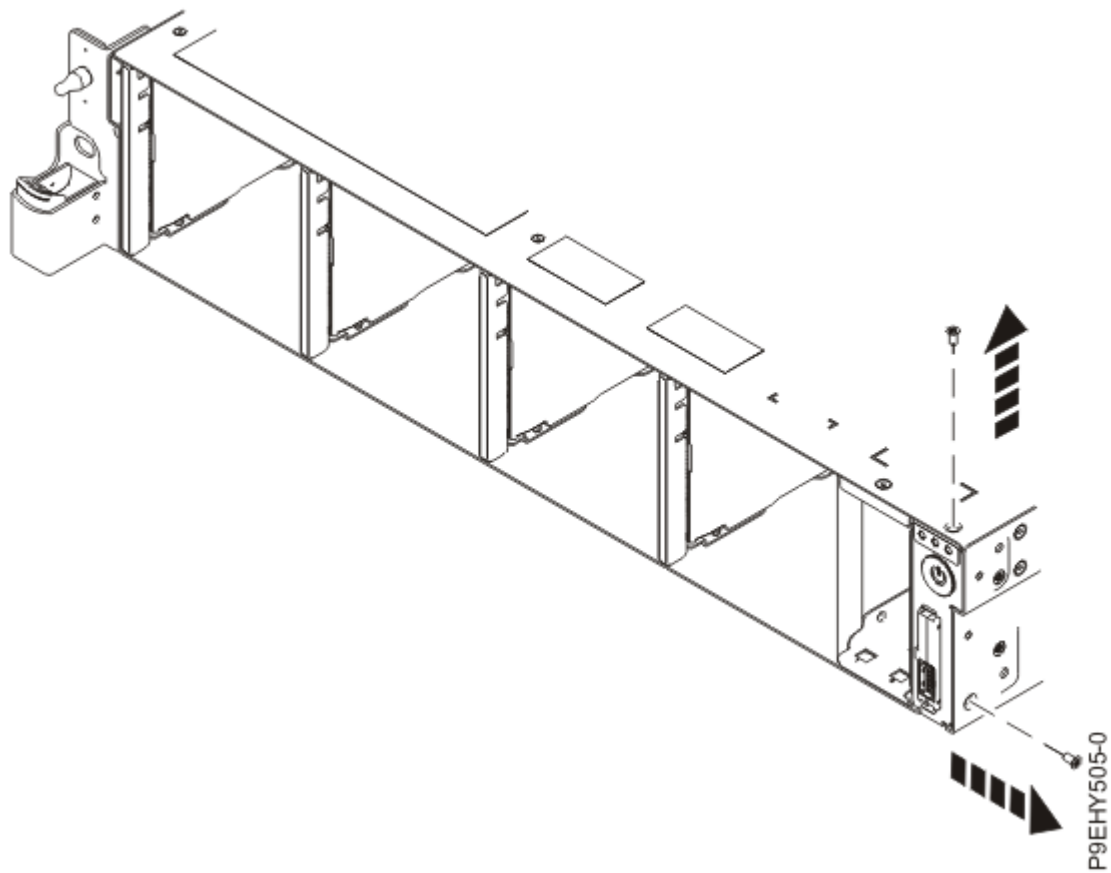

Figura 170. Extracción de los tornillos de la parte superior y lateral
7. Extraiga los tornillos superior y lateral del interruptor de alimentación como se muestra en la Figura 170 en la página 189.